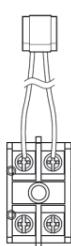

Fig.1
- Trouver le kit de blocs de jonction de chauffage de secours (Fig. 1).